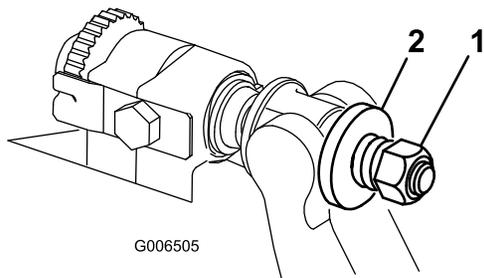

Figura 31
4. Aperte a porca da mola tensora até que a mola fique recolhida; em seguida, desaperte meia volta (**Figura 31**).